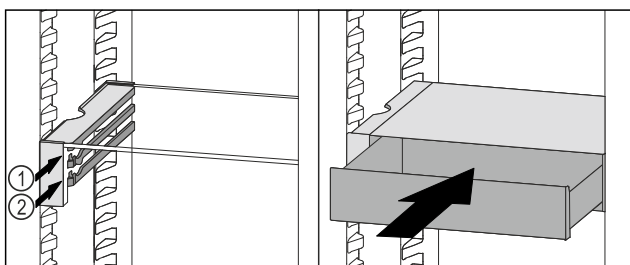

Fig. 94
- ▶ Plasser VarioSafe-skuffen bak stopperne på ønsket rille Fig. 94 (1) eller Fig. 94 (2).